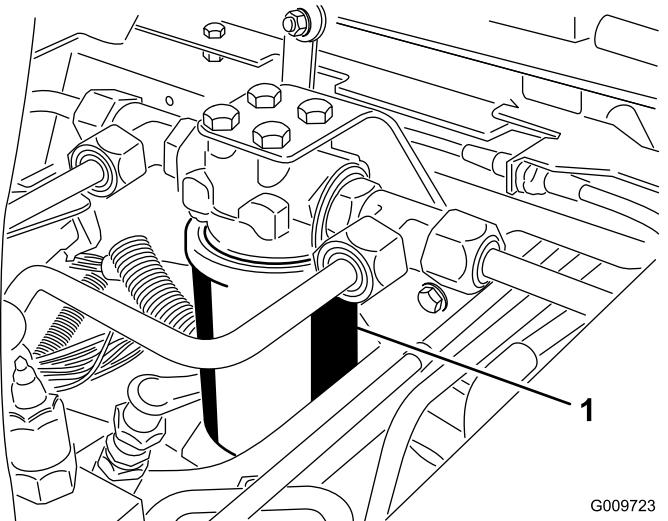
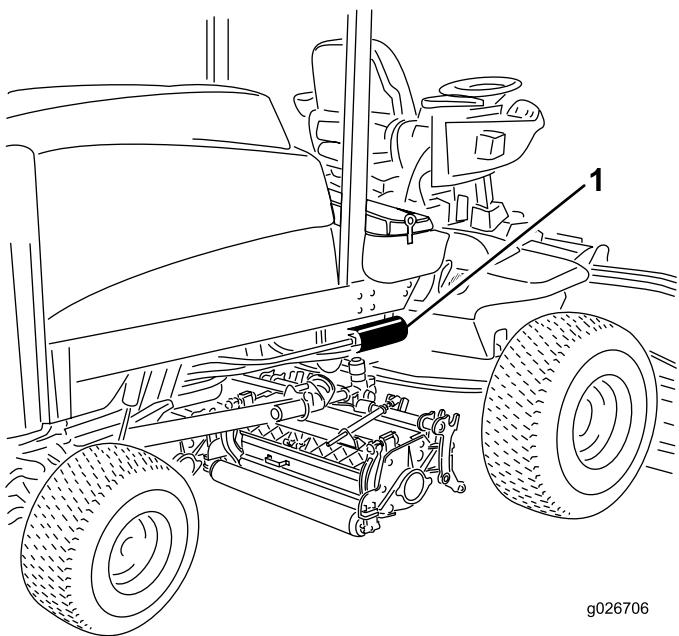

图 74
图 75
2. 清洁过滤器安装区周围的区域。在过滤器下面放置一个放油盘并拆下过滤器图 74 和 图 75。